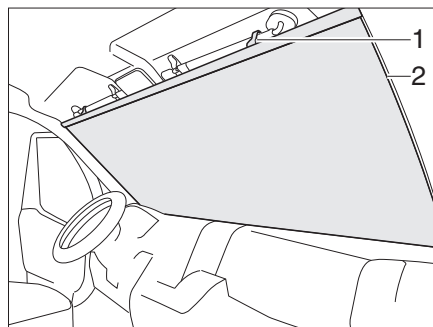

Fig. 20 Oscurante a rullo per il parabrezza
- Sollevare l'oscurante a rullo (Fig. 20,2) ed agganciarlo ai parasole con il gancio (Fig. 20,1).
- Sganciare l'oscurante a rullo (Fig. 20,2) dai parasole.